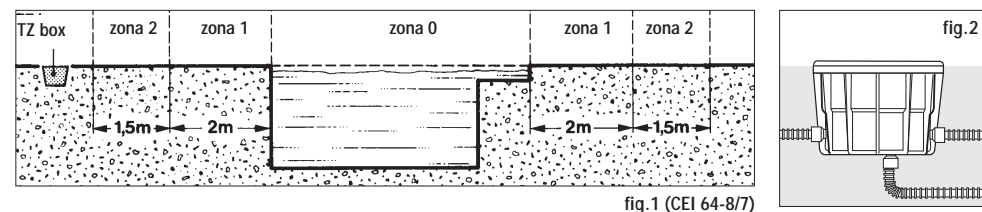

fig.1 (CEI 64-8/7)
- installer le TZ box au dehors de la zone 2 et à une distance non inférieure à 3,5m du bord du bassin (CEI 64-8/7) (fig. 1).